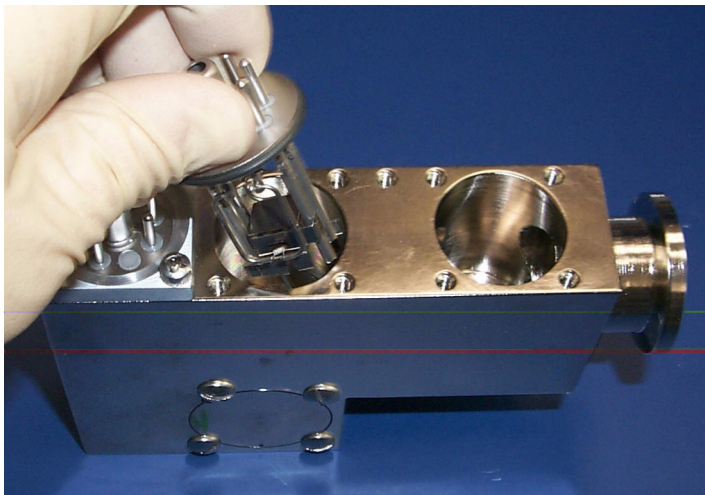

图 4-12 取出离子源
2. 从质谱计管中取出离子源（图 4-12）。
7. 从质谱计管中轻轻取出离子源（第 4-13 页图 4-12）。